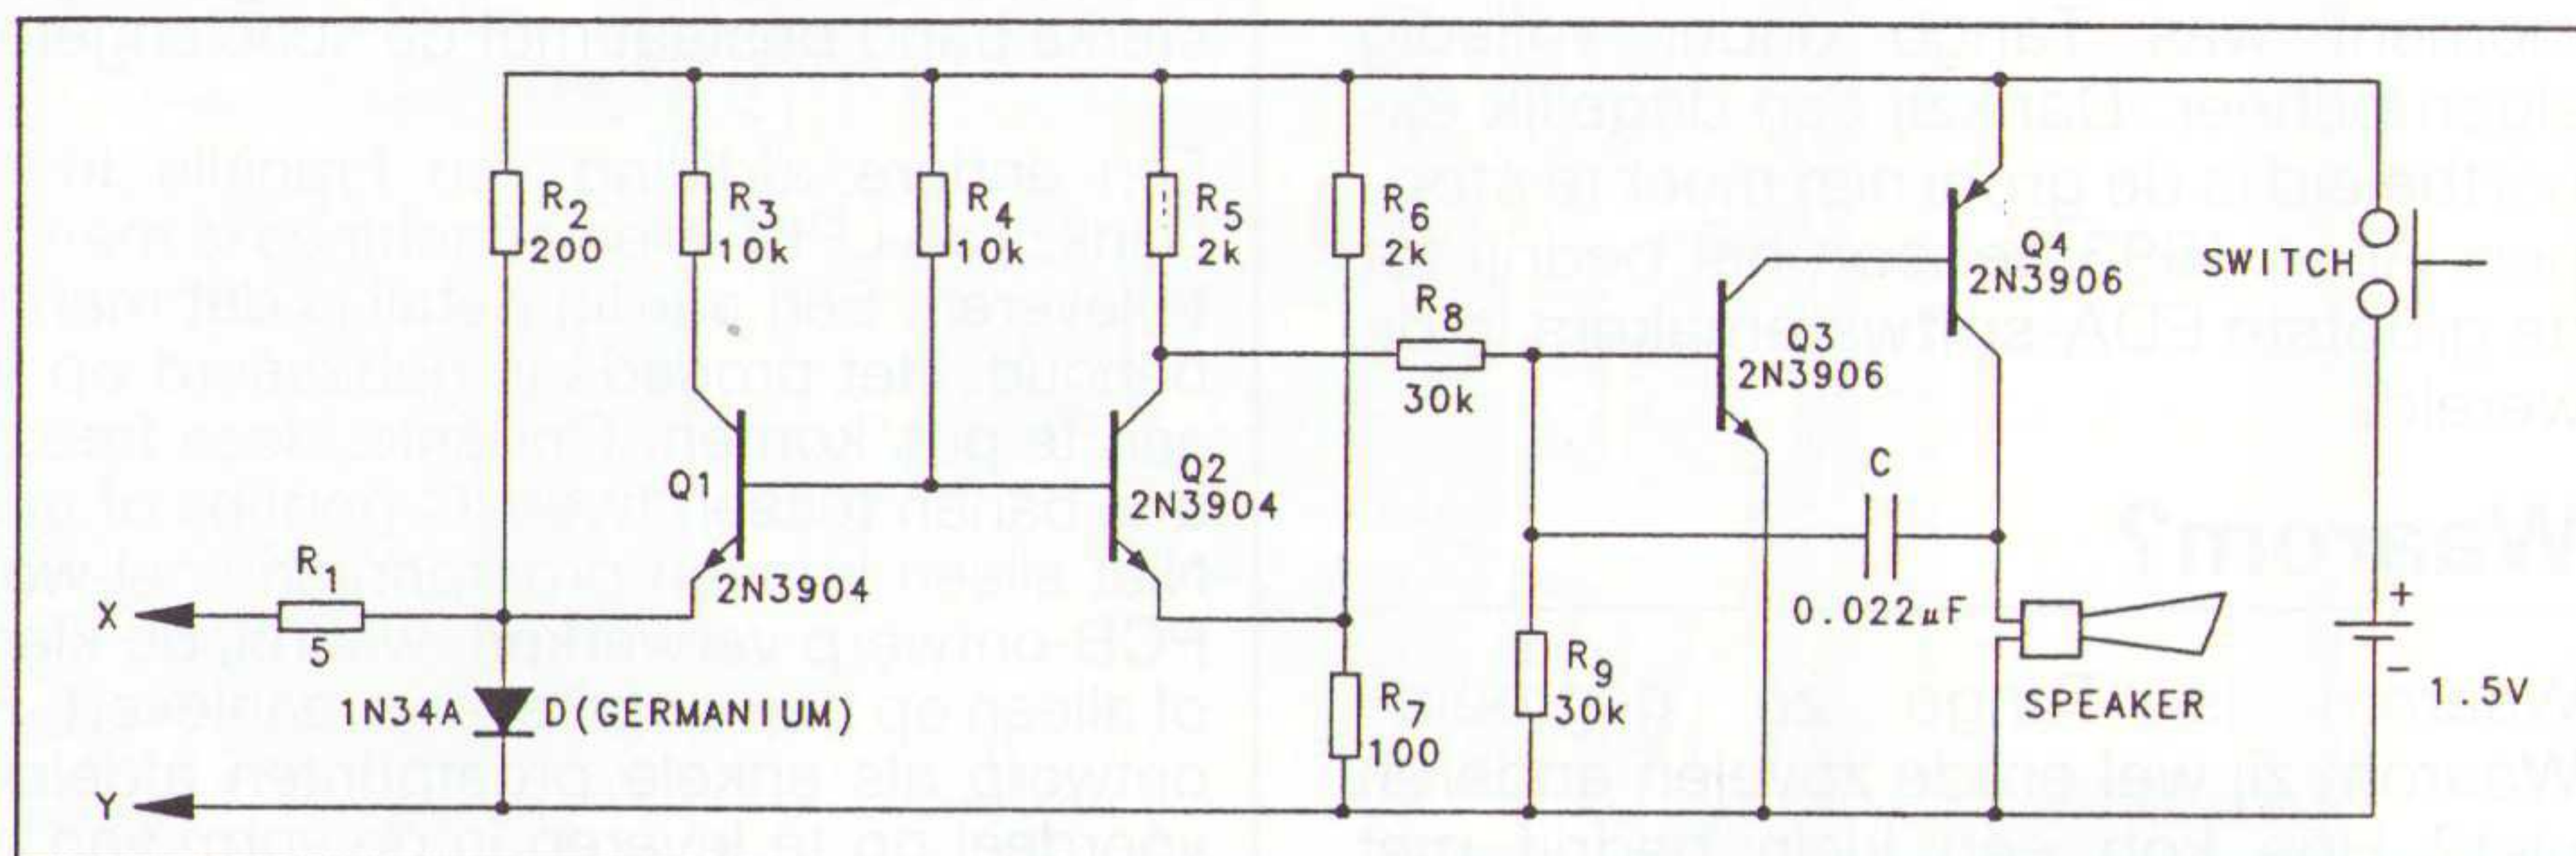

Fig. 1 Kortsluitingstester
De aansluitingen van de spoel zijn ongeveer 1,2 mm groot. De printbaanbreedte en de isolatie tussen de banen zijn elk ongeveer 0,2 tot 0,3 mm (fig. 1).
*Het zoeken van soldeerspetters en -bruggen op een gemonteerde volle printplaat is een onaangename klus. Vooral halfgeleiders en spoelen verhinderen een eenvoudige interpretatie van de meteruitslag. De schakeling van fig. 1 is echter in staat, ook sluitingen parallel aan siliciumovergangen (0,7 V) te detecteren.*